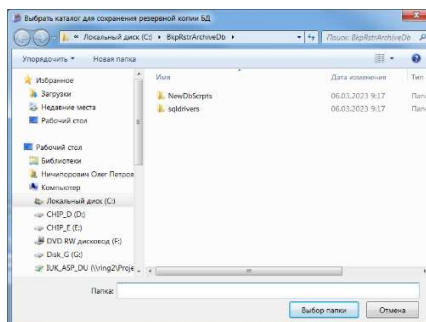

Рисунок 3.21.6 – Окно «Выбрать каталог для сохранения резервной копии БД»
- путь к каталогу для записи резервной копии архива. Для изменения каталога необходимо нажать на кнопку «Выбрать» и в открывшемся окне «Выбрать каталог для сохранения резервной копии БД» (рис. 3.21.6) выбрать каталог и нажать кнопку «Выбор папки»;
- путь к каталогу, содержащему резервную копию архива, для восстановления. Для изменения каталога необходимо нажать на кнопку «Выбрать» и в открывшемся окне «Выбрать каталог для сохранения резервной копии БД» (рис. 3.21.6) выбрать каталог и нажать кнопку «Выбор папки»;